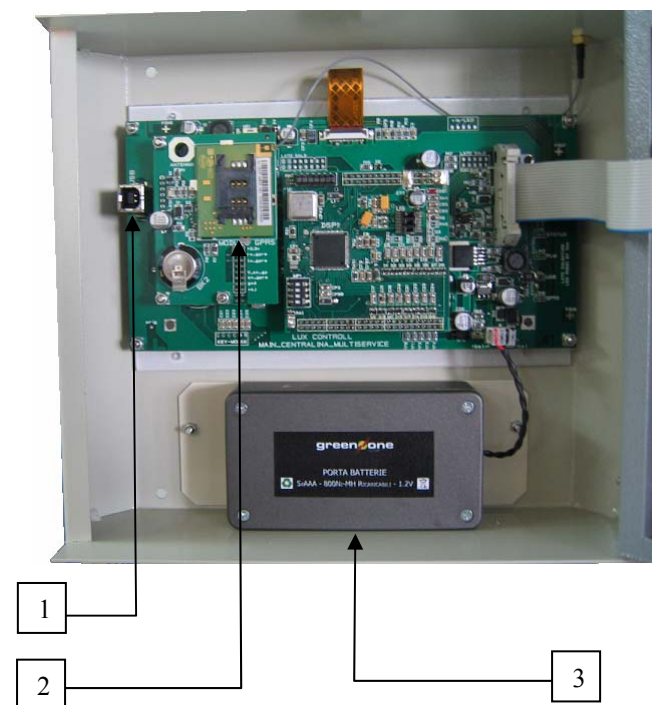

Figura 2-5
11. Inserire la SIM nel SIM holder della MSU (vedasi figura 2.5).
Le operazioni di configurazione sopra descritte, qualora lo si ritenesse opportuno, sono tutte realizzabili utilizzando il software in dotazione (vedasi paragrafo 6) ed un PC collegato alla presa USB disponibile (vedasi figura 2.5).